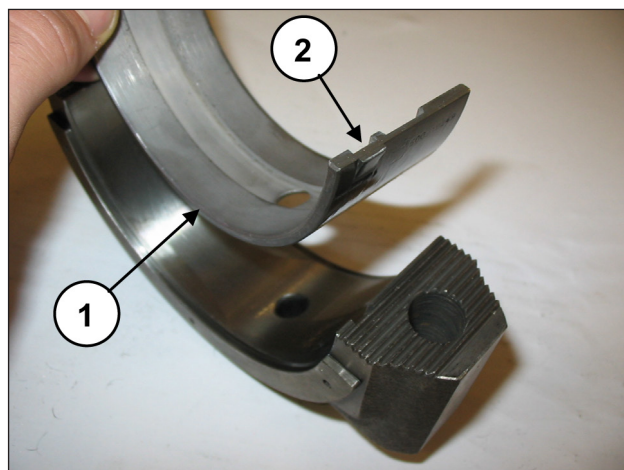

Fig. 83
Aplique os semi-rolamentos inferiores nas capas (pos. ①, Fig. 83), certificando-se que a lingueta de referência dos semi-rolamentos esteja posicionada na caixa sobre a capa (pos. ②, Fig. 83).